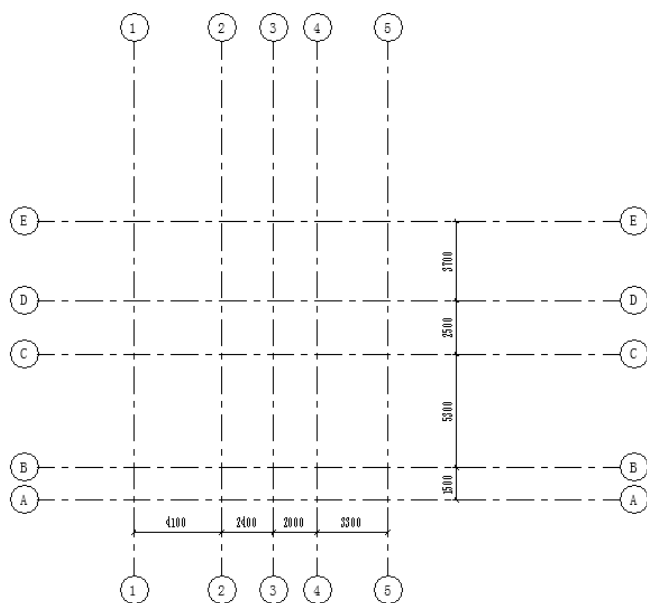

图 4-52 更改尺寸
(6) 选择轴线 2，双击轴线 1 与轴线 2 之间的临时尺寸，输入新尺寸为“4100”，采用相同的方法，更改轴线之间的距离，具体尺寸如图 4-52 所示。